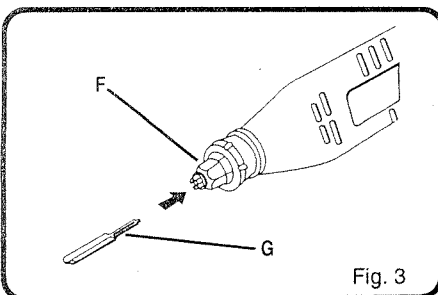

Fig. 3
3. Insérez la tige de fixation du ciseau jusqu'au fond du mandrin. Voir figure 3.